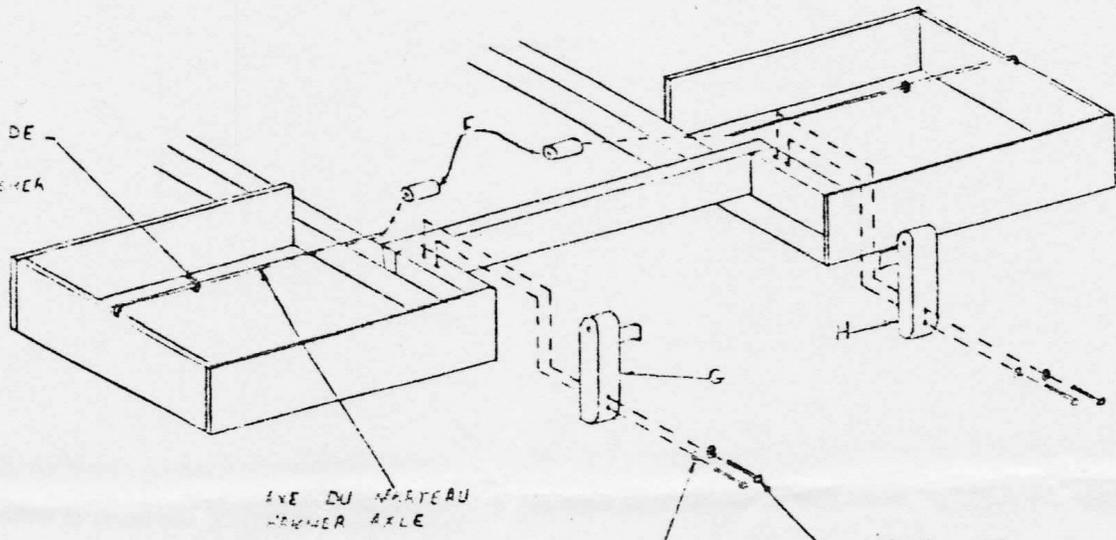

Fig. 3
Insert the two (2) spacers "F" in each of the hammer axles. It may be necessary to move the rubber washers. Place the hammer axle supports "G" and "H" on the beater, taking care of inserting the end of the hammer axles in the supports. Screw the supports with four (4) screws No 14 X $2\ 1/2"$ and four (4) washers $1/4"$. Slide the rubber washer and the spacer against the support (Fig. 3).
Insérer les deux (2) espaceurs "F" dans chacun des axes de marteaux. Il sera peut-être nécessaire de déplacer les rondelles de caoutchouc. Placer les supports d'axes des marteaux "G" et "H" sur le battant en prenant soin d'insérer l'extrémité des axes des marteaux dans les supports. Visser les supports avec quatre (4) vis No.14 X 2 1/2" et quatre (4) rondelles 1/4" (Fig. 3). Glisser la rondelle de caoutchouc et l'espaceur tout contre le support.